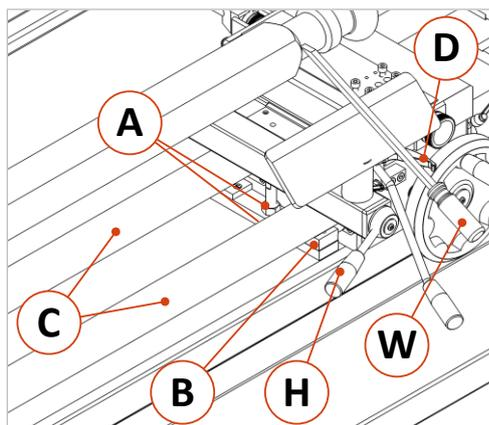

Abbildung 12: Handauflage verwenden
- Montieren Sie die Handauflage, indem Sie die in ⇒ Abbildung 12 gezeigten Muttern (A) abschrauben und die Platte (B) mit den Einsätzen so drehen, wie es in der Abbildung dargestellt ist.
- Die Platte (B) so ausrichten, dass die Einsätze exakt unter den beiden Führungsstangen (C) positioniert sind.
- Mit den Muttern (A) die Platte (B) an den beiden Führungsstangen (C) befestigen.
- Verwenden Sie den Griff (H), um die Handauflage an gewünschter Position auf den Führungsstangen zu fixieren.
- Mit Griff (D) die Höhe so einstellen, dass sich die Schneide des Werkzeugs (W) beim Dreheln korrekt zur Werkstück-Mittelachse des befindet (siehe ⇒ Abbildungen unten).